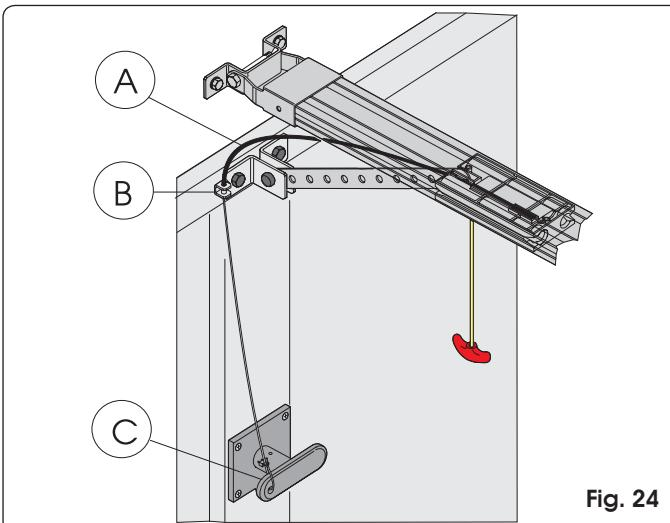

Fig. 24
- 1) Corte a medida la vaina del cable (Fig. 24 ref. A).
- 2) Introduzca el cable en la vaina y páselo por el ojal del empalme en la puerta (Fig. 24 ref. B).
- 3) Corte a medida el cable y ensámbelo con la palanca interna de la manilla de desbloqueo (Fig. 24 ref. C).